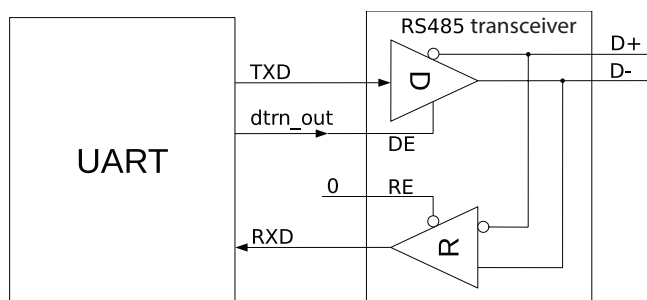

图 19.4-6. RS485 模式驱动控制结构图
如图 19.4-6 所示，RS485 两线 multidrop 系统中，需要一个外部 RS485 传输器实现单端信号与差分信号的转换。RS485 传输器包括一个驱动器 (D) 与一个接收器 (R)。当 UART 不作为发送器时，通过关闭驱动器 (D) 来断开与差分传输线的连接。DE 为 1 时，使能驱动器；DE 为 0 关闭驱动器。
DE 信号的控制分为软件控制和硬件控制两种方法。为减少软件的开销，DE 信号采用硬件来控制（软件仍能控制）。图 19.4-6 所示，DE 与 UART 的 dtrn_out 相连（详见 19.4.9.1 小节）。